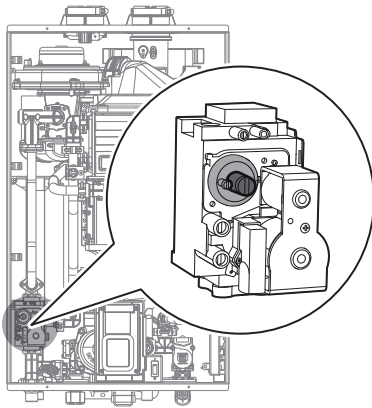

Figure 10
- Si un ajustement est requis, trouvez la vis de réglage, comme cela est indiqué à la Figure 10. À l'aide d'une clé Allen de 4 mm ( $\frac{5}{32}$  po) tournez la vis de réglage de  $\frac{1}{4}$  de tour au maximum, dans le sens horaire pour augmenter la valeur de correction ou dans le sens antihoraire pour la diminuer.